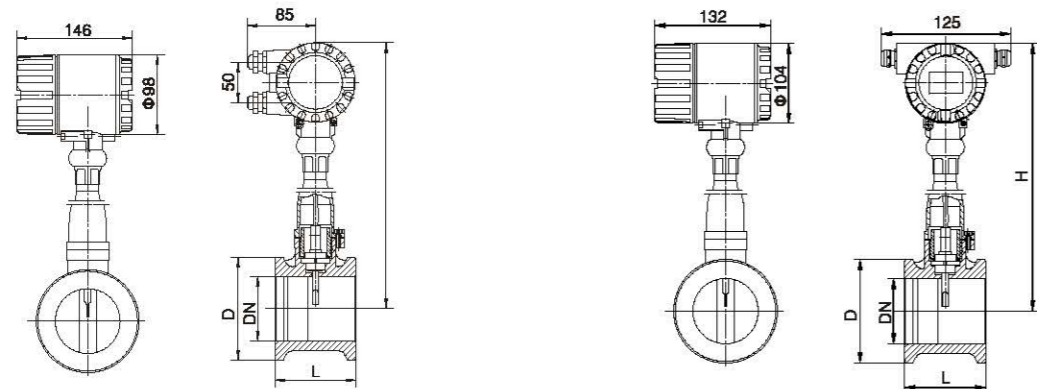
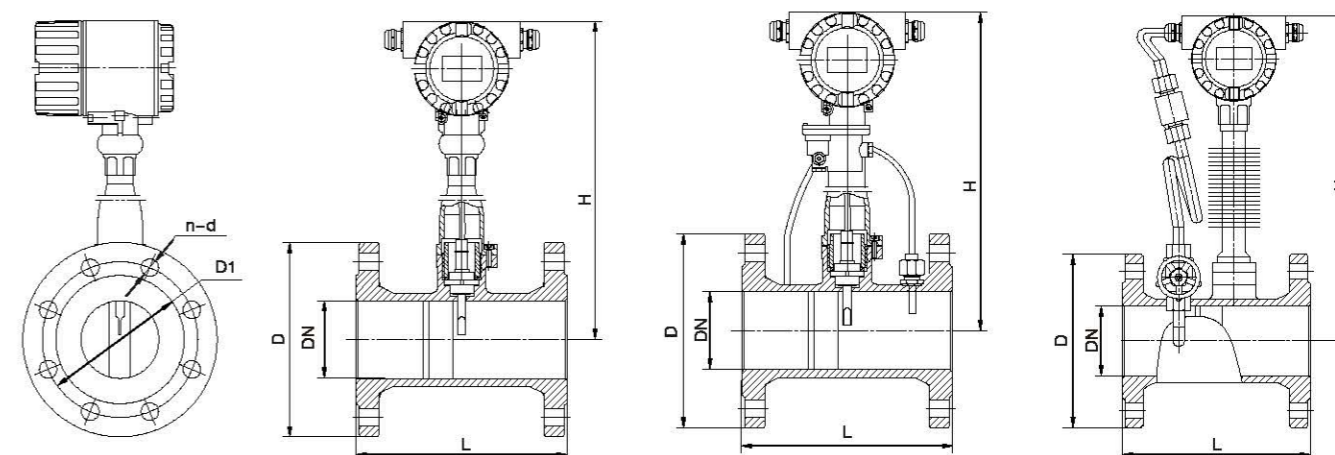

图18 (夹持式) 法兰另配
图19 Y1型 (法兰式)
b) Y1型见(图18, 图19, 图20, 表3, 表4)